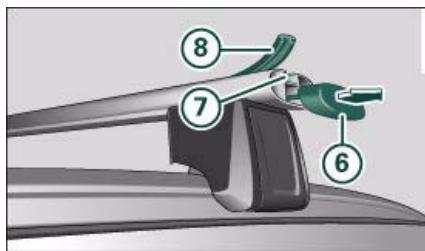

Fig. 81 Techo: Introducir el perfil cobertor en el portaequipajes
- Para montar piezas adicionales en el portaequipajes, retire la tapa ⑥ \Rightarrow fig. 81.
- Introduzca las piezas adicionales en la ranura con forma de T ⑦.